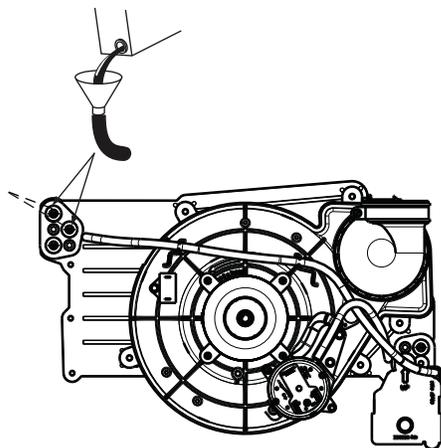

Fig. 62 – Cebado de la trampa de condensación
1. Retire los tapones de drenaje superior y medio de la caja recolectora en el lado opuesto de la trampa de condensación. Consulte la Fig. 62.
2. Conecte el tubo suministrado en terreno de 16 mm (5/8 in) de D.I. con el embudo adjunto, al conector de drenaje superior de la caja recolectora. Consulte la Fig. 62.